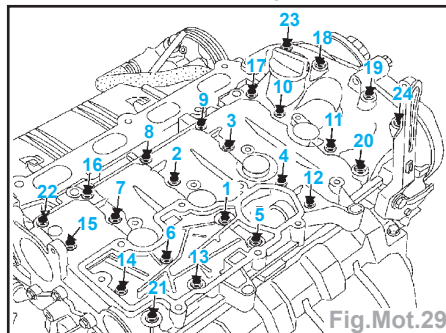

Fig.Mot.29
- Serrer dans l'ordre les vis (22), (23), (20) et (13) à 0,8 daN.m (Fig.Mot.29).